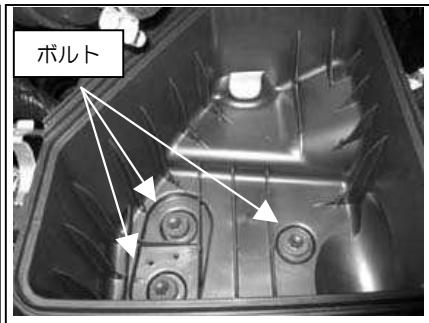

図3
- ③ボルト3ヶ所を外し、クリーナーBOX下側を外します。図3参照